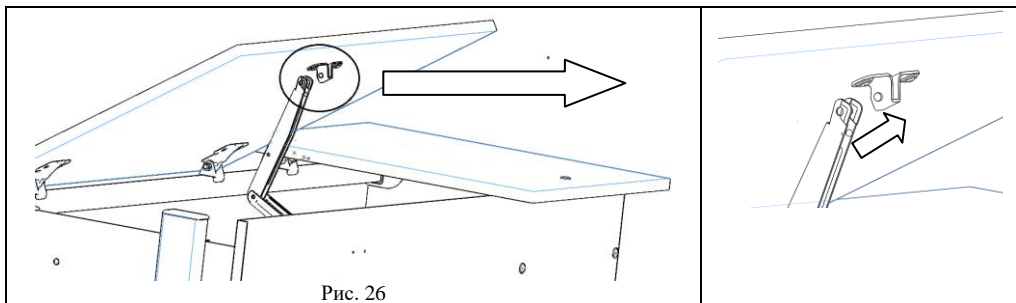

Рис. 26
5.4.4. Фиксатор столешницы Multiflex верхней частью ввести в кронштейн верхний, согласно рис. 26.